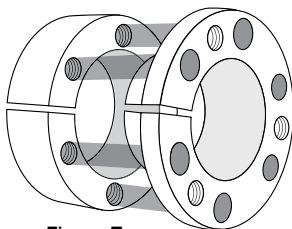

Figura 7.
1. Introduzca el cono del cuerpo dentro del anillo y alinee los agujeros lisos (pasantes) del cuerpo del Bufin con los agujeros roscados del anillo (Figura 7).